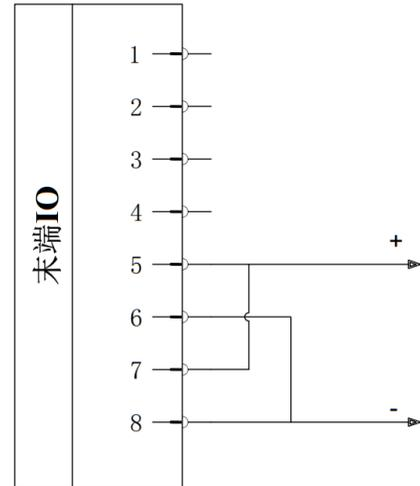

图 2-36: 双针模式 2 接线
2) 接线方法: 如图 2-36, 将电源线 (5 灰色) 与 TI1/TO1/PWR1 线 (7 蓝色) 连接, 接地线 (8 红色) 与 TI0/TO0/GND1 线 (6 粉红色) 连接。